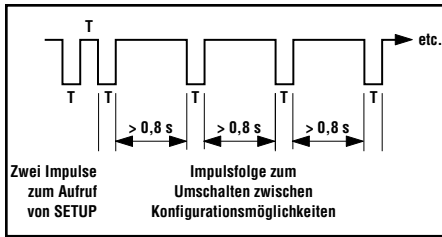

Abbildung 4. SETUP-Modus über externe Leitung
1. Um den SETUP-Modus aufzurufen, einen Impuls über die externe Leitung schicken, 0,04 bis 0,8 Sekunden warten, und einen weiteren Impuls schicken. Siehe Abbildung 4.